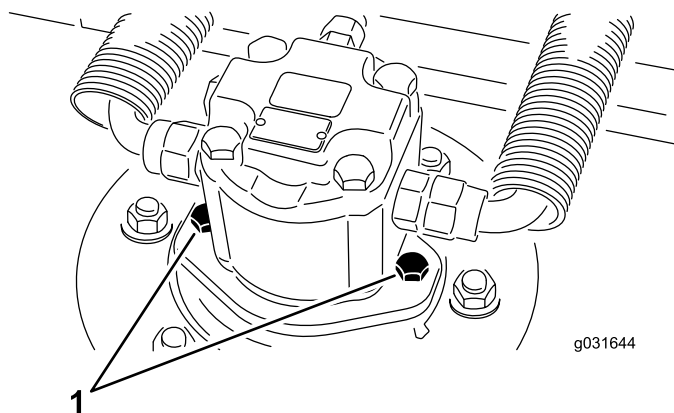

Рисунок 67
2. Выверните крепежные винты гидроцилиндра, отсоедините и снимите гидроцилиндр с деки (Рисунок 67).
- Установите гидроцилиндр на деку при помощи крепежных винтов (Рисунок 67).